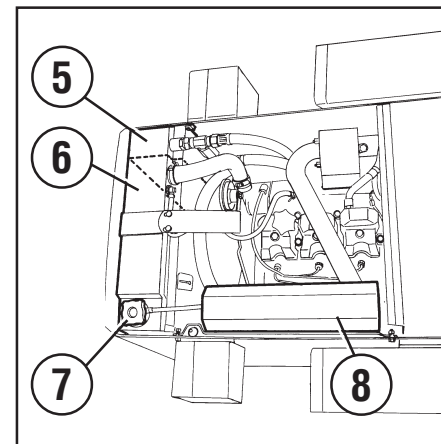

Abb. 12
- Durch die Kühlmass (5 Abb. 12) wird die Flüssigkeit des hydrostatischen Kreises gekühlt.
- Durch die Kühlmass (6 Abb. 12) wird die Flüssigkeit des Kühlkreises des Motors gekühlt.
Das Kühlwasser zur Motorkühlung wird durch die Öffnung (7 Abb. 12) in den Kühler eingefüllt.
Die Schutzabdeckung (8 Abb. 12) schützt die aus Fiberglas hergestellte Motorhaube vor möglichen, durch das Auspuffrohr des Motors verursachte Überhitzungen.